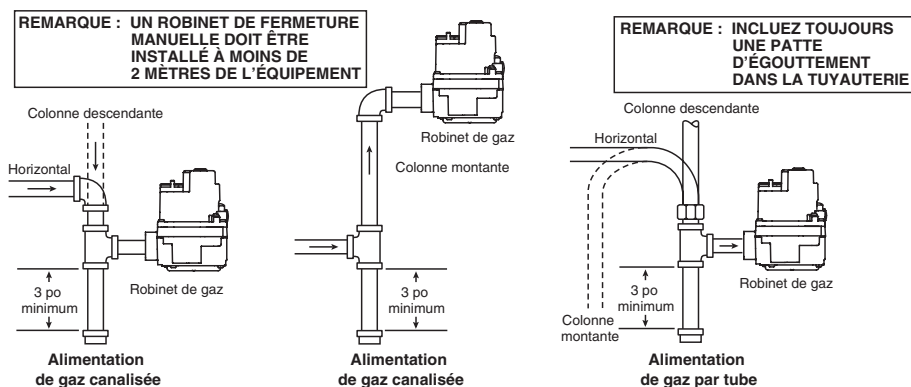

Figure 3. Tuyauterie typique de robinet de gaz
5. Appliquez de la pâte à joint (pâte lubrifiante) ou un ruban en téflon **approuvé pour tous les gaz seulement sur les filets mâles des joints de tuyaux**. N'appliquez **PAS** de pâte ni de ruban en téflon sur les deux premiers filets (voir la fig. 3 pour les raccords typiques de tuyaux).